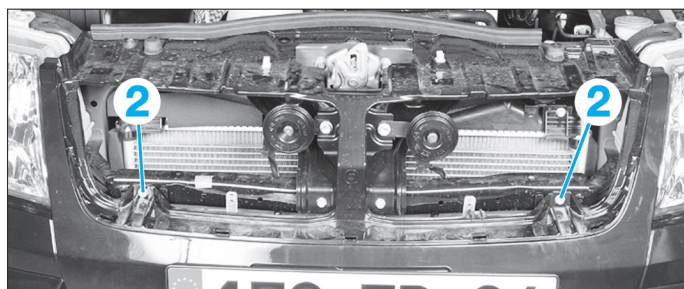

FIG. 4
- les vis supérieures (2) du bouclier (Fig.4).